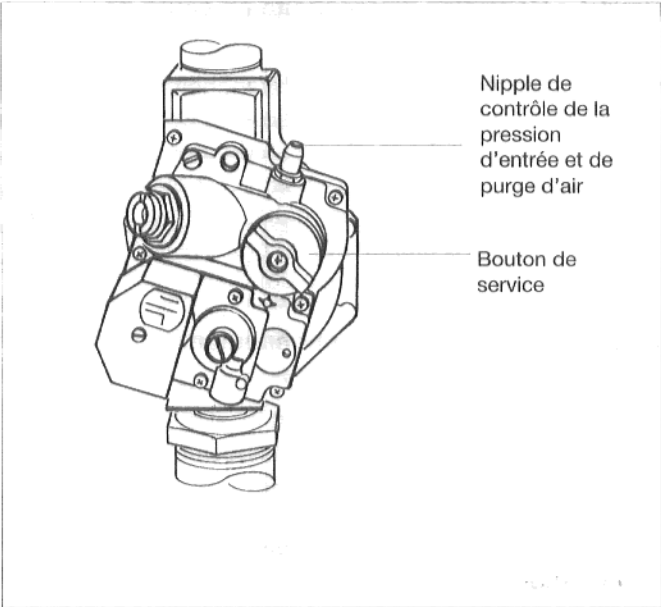

Fig. 24
- Déconnecter le brûleur en tournant le bouton de service du bloc gaz dans le sens des aiguilles d'une montre jusqu'en butée (fig. 24). Lors de cette opération, appuyer légèrement (un peu plus fortement lors du passage sur la position d'allumage) sur le bouton de service.
- Dévisser de deux tours la vis de fermeture du nipple de contrôle de la pression d'entrée du bloc gaz du brûleur (fig. 24).